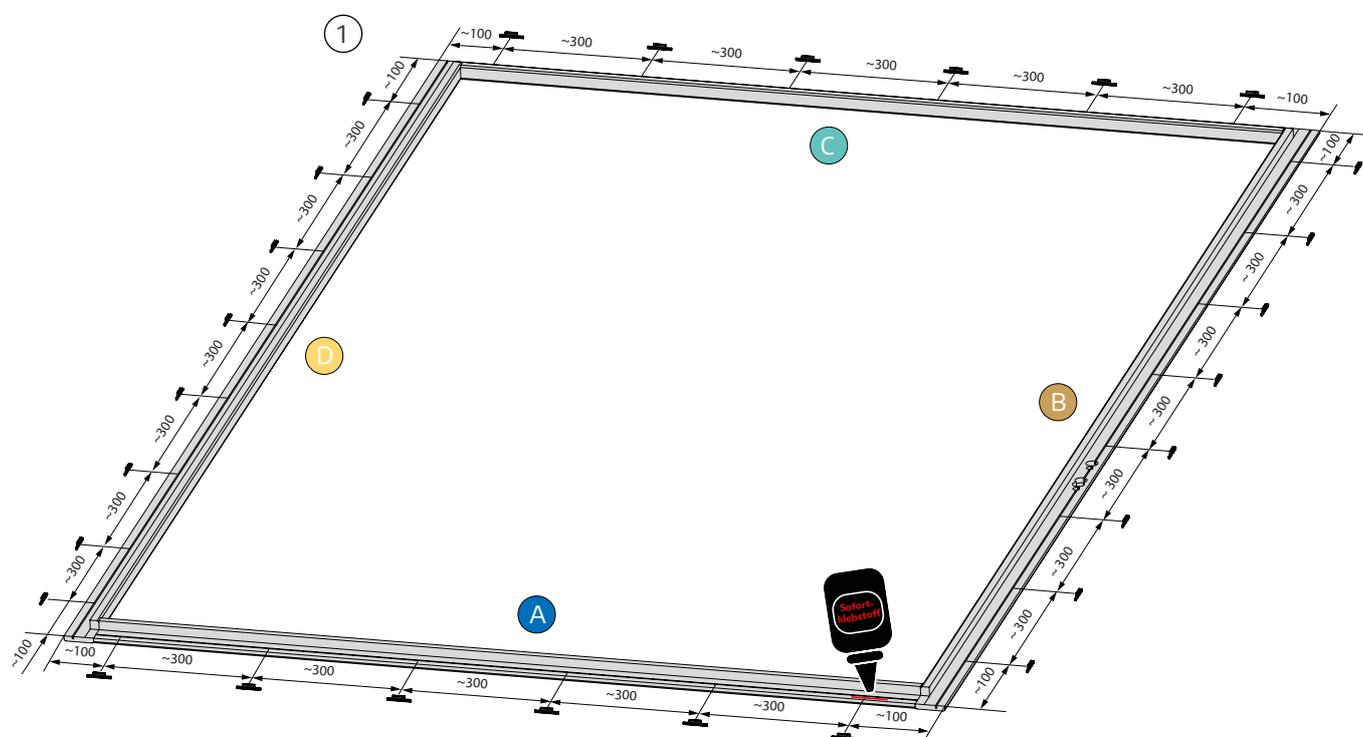

Fig. 1
- ② Fissare le clip di aggancio nel telaio in legno con supercolla (vedi fig. 1 e Fig. 2).